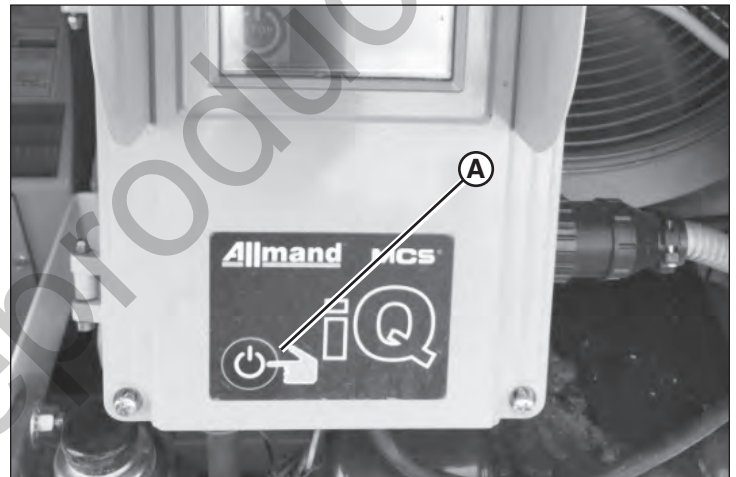

Figura 24
6. Mantenga presionado el botón de ARRANQUE Y DETENCIÓN en el módulo de control (A, Figura 24).